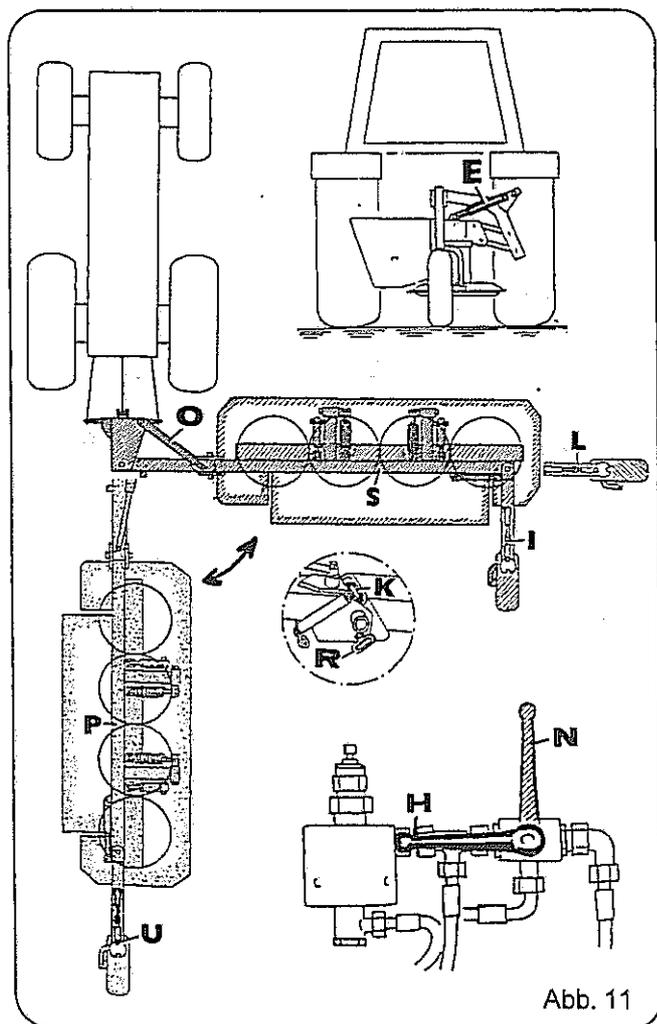

Abb. 11
### Ausgangsposition: Mäher in Längs-einrichtung abgestellt (Abb. 11, Pos. P)
- Mähaggregat über Aushubzylinder (Abb. 11, Pos. E) anheben
- Sicherungsbolzen muß in Parkposition sein (Abb. 11, Pos. K)
- Auf Verriegelung des Laufrades achten (Abb. 11, Pos. U)
**Zum Transport** ist das Steuergerät für den Schwenkzylinder (Abb. 11, Pos. O) unbedingt auf **Durchfluß** (Schwimmstellung) zu stellen (Bruchgefahr).
### Ausgangsposition: Mäher in Arbeitsposition (Abb. 11, Pos. S)
- Mähaggregat über beide Aushubzylinder (Abb. 11, Pos. E) anheben
- Ausleger (Abb. 11, Pos. I) hydraulisch in Längsrichtung (Abb. 11, Pos. L) schwenken.
- Steuergerät für Schwenkzylinder in Durchflußstellung bringen (Abb. 11, Pos. H) und gleichzeitigem Vorwärtsfahren mit dem Traktor Mäher in Transportstellung bringen.
**Zum Transport** ist das Steuergerät für den Schwenkzylinder (Abb. 11, Pos. O) unbedingt auf **Durchfluß** zu stellen (sonst Bruchgefahr).
- Ausleger/Stützrad (Abb. 11, Pos. J) mit Schwenkzylinder in Pos. L schwenken